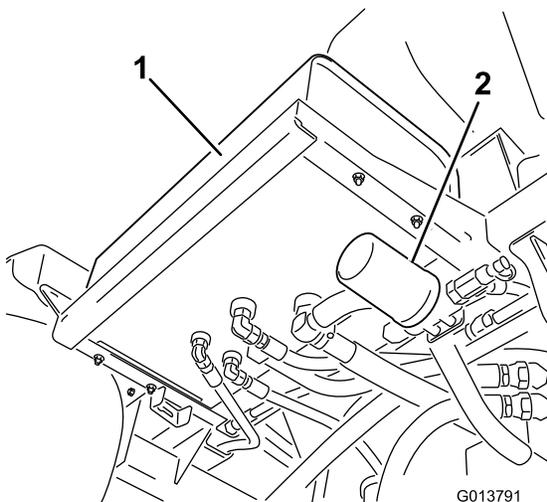
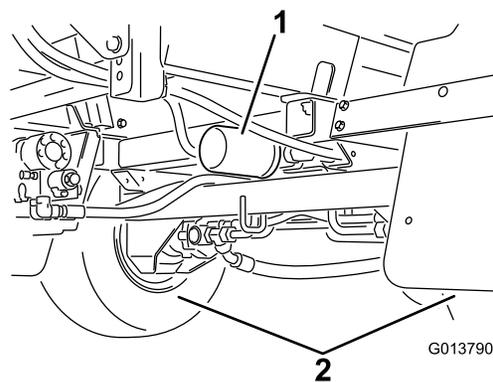

Figura 99
Figura 100
2. Localice los dos filtros hidráulicos en la máquina (Figura 99 y Figura 100).